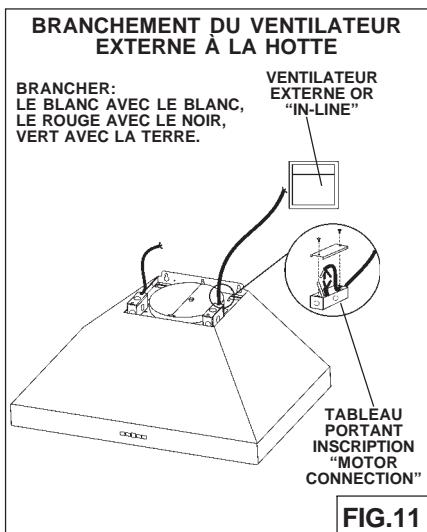

FIG.11
1. Tirer un câble à 2 fils avec la terre du ventilateur externe (ou ventilateur "In-Line") vers le tableau de l'installation électrique de la hotte portant la mention "motor connection" (Fig.11).